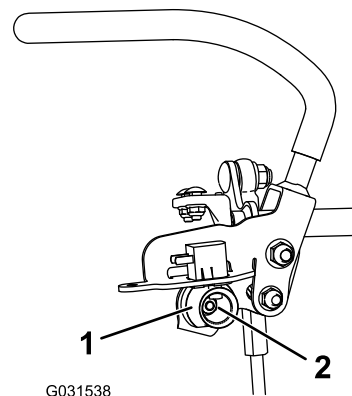

Bild 74
6. Lockern Sie die Mutter, mit der die Nocke befestigt ist (**Bild 74**).